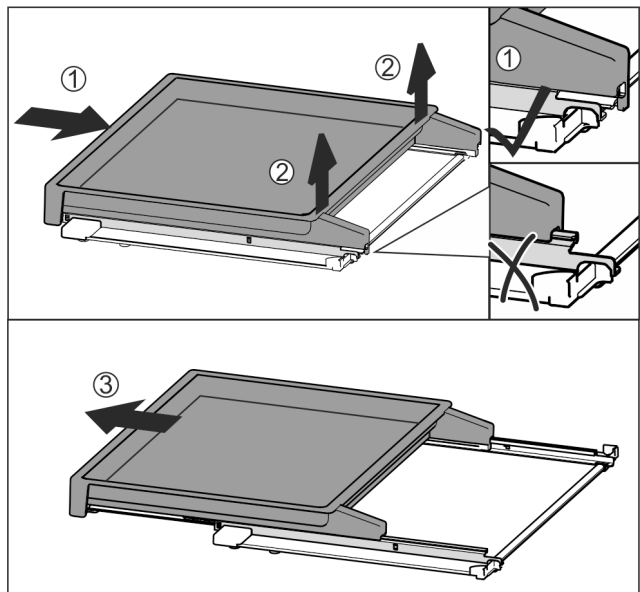

Fig. 112
- Spingere completamente il ripiano estraibile Fig. 112 (1).
- Staccare il blocco sul lato posteriore Fig. 112 (2).
- Estrarre in avanti il ripiano estraibile Fig. 112 (3).